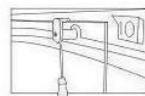

Рис.10
**Стеклянные двери.** Стеклянные двери изделия представляют собой раздвижную конструкцию; герметичность дверей обеспечивается за счет магнитного уплотнителя. Двери открываются и закрываются без усилий. Пожалуйста, не открывайте и не закрывайте двери с усилием во избежание повреждения кабины. В случае возникновения затруднений при открывании-закрывании дверей, смажьте направляющие ролики (нижний и верхний профили) силиконовой смазкой и отрегулируйте верхние ролики (рис.10)..